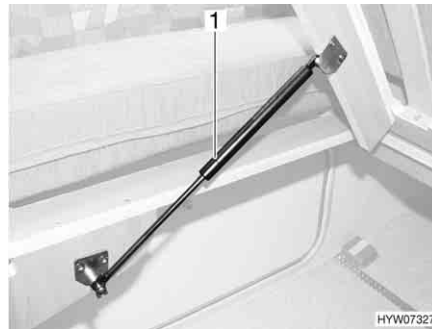

Fig. 106 Letto fisso
- Sollevare il telaio portamaterasso. Le molle a gas (Fig. 106,1) mantengono il telaio portamaterasso in posizione di apertura.